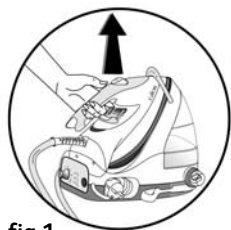

fig.1
- Votre générateur est équipé d'un arceau de maintien du fer sur le boîtier avec verrouillage pour faciliter le transport et le rangement – **fig.1** :
- saisissez le fer par la poignée pour transporter votre générateur – **fig.1**.